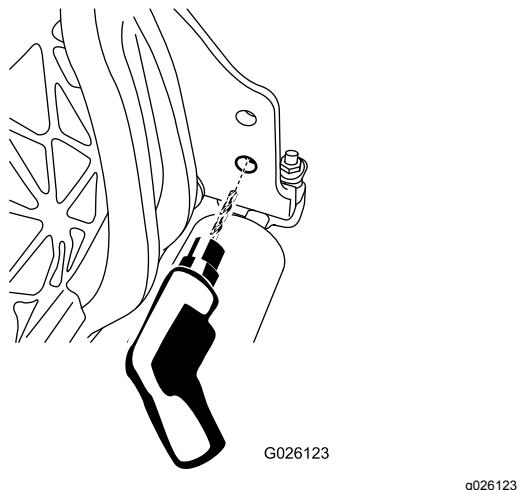

Figure 5
1. Agrandissez le trou inférieur sur le côté droit du plateau de coupe à l'aide d'un foret de 9 mm (Figure 5).